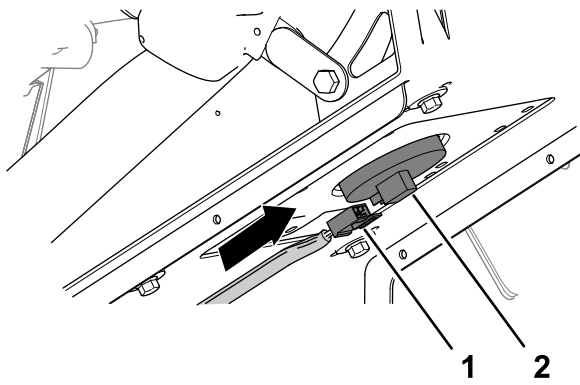

图223
6. 将机器线束的2插槽接头插入座椅开关的接头直至接头稳固锁定 图223。